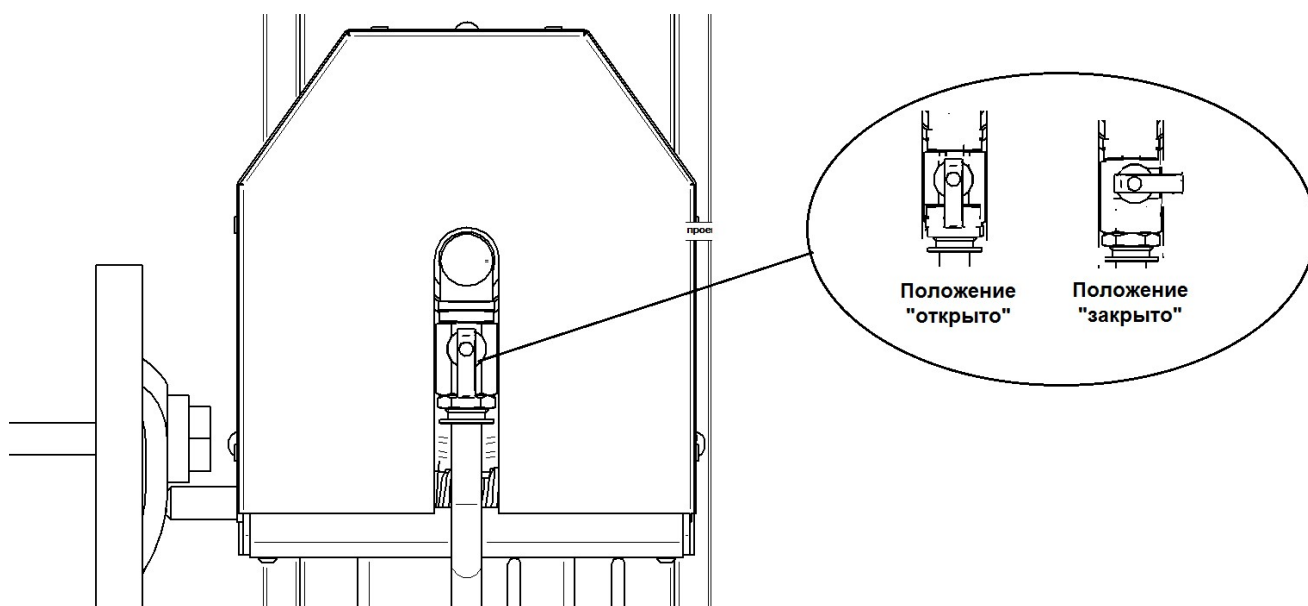

Рис. 5. Положение крана залива воды в варочный сосуд
- распаковать заливную воронку и установить ее на кран (рис. 5 поз.11);
Установить кран подачи воды в варочный сосуд положение «закрыто» (см. рис. 5).